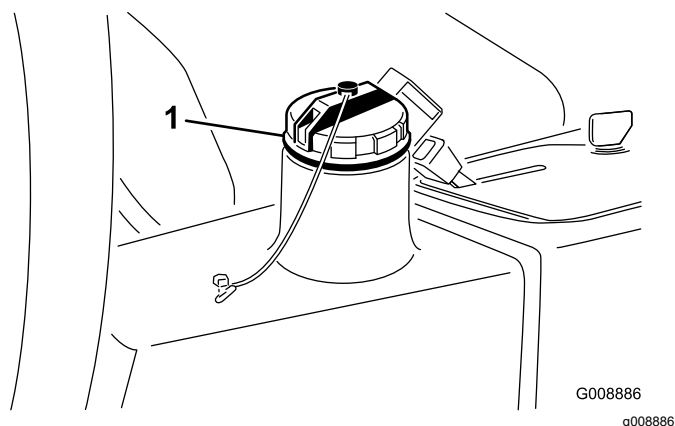

图 78
4. 向液压油箱图 78注入约 13.2L 液压油请参阅 检查液压系统 (页码 18)。